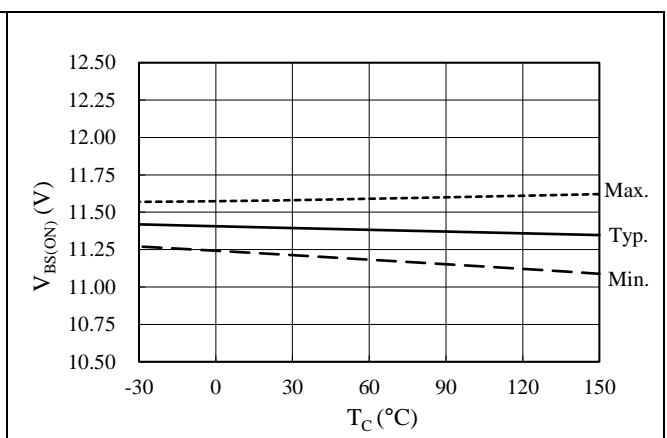

図 15-6 制御動作開始電圧  $V_{BS(ON)}$  温度特性
| 図 15-6  | 制御動作開始電圧 V BS(ON) 温度特性  |